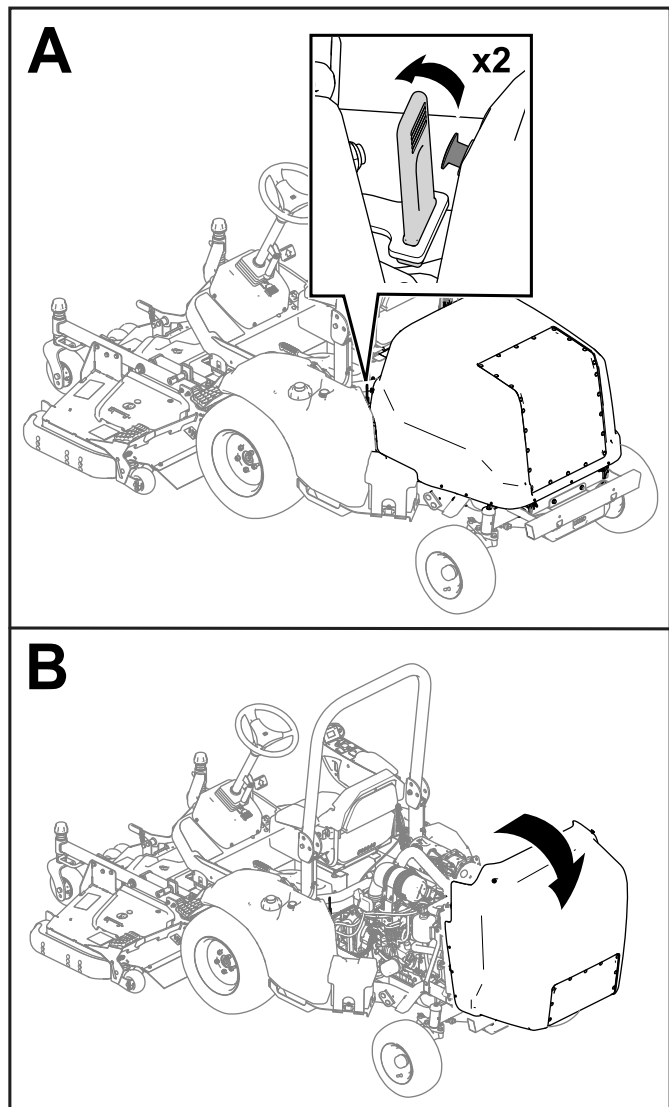

Bild 44
1. Lösen Sie die Gurte von beiden Seiten der Maschine (Bild 44).
2. Öffnen Sie die Motorhaube (Bild 44).